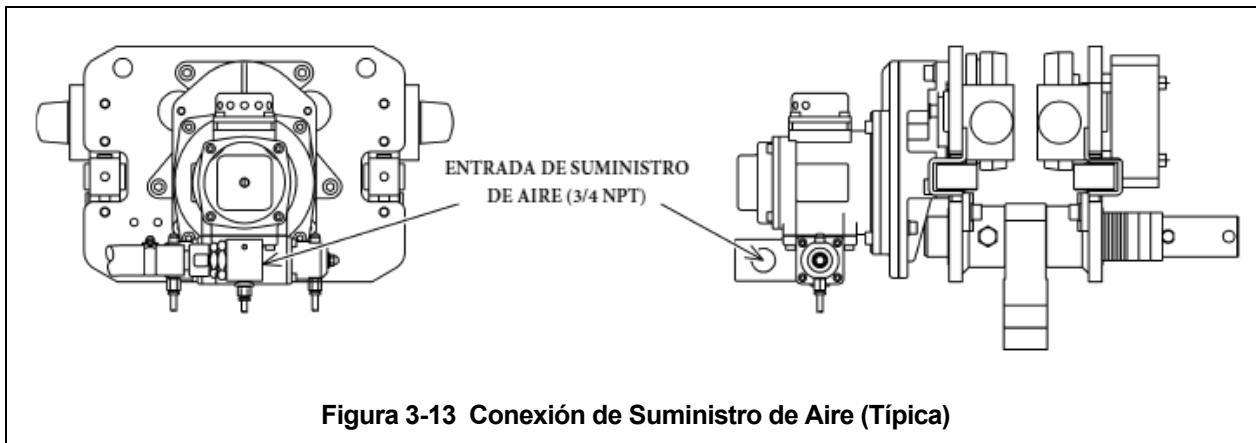

Figura 3-13 Conexión de Suministro de Aire (Típica)
- 3.12.5 Realice las conexiones al suministro de aire; consulte la Figura 3-13.